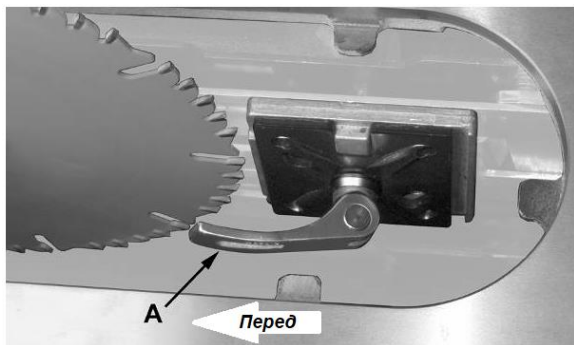

Рис. 14
4. Ослабьте *запорную рукоятку* (А, Рис. 14) и снимите *раскливающий нож*. Запомните, в каком направлении следует подвинуть нож, чтобы установить его вровень с диском.